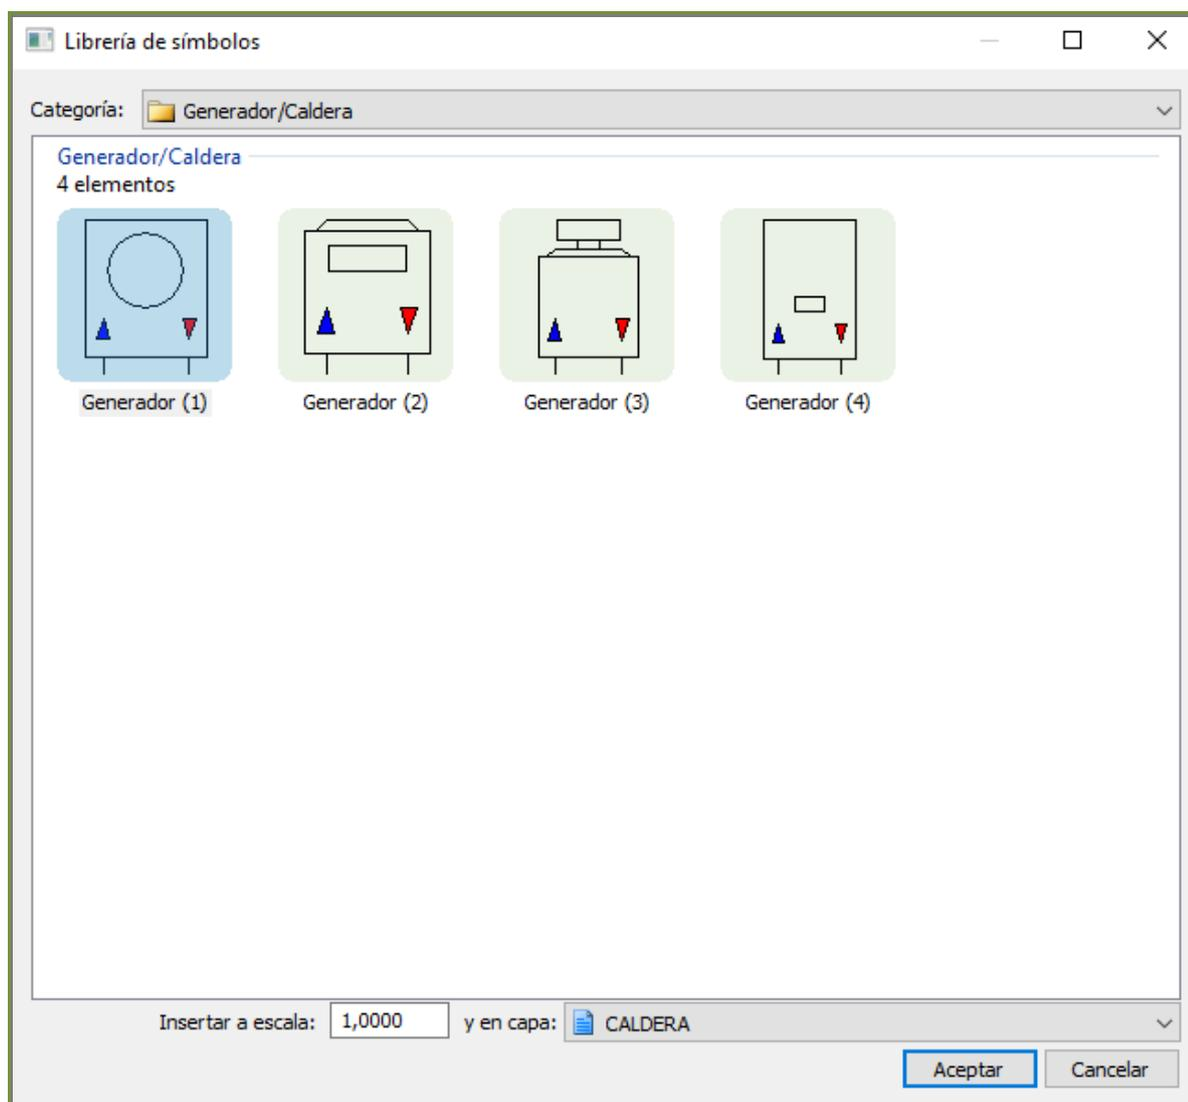

Figura 6. Selección de símbolo para insertar una caldera.
A continuación, insertaremos el símbolo de la caldera. Ejecute el comando **Insertar Generador/Caldera** para que parezca el cuadro de diálogo de la Figura 6, donde puede escoger un símbolo. Sea cual sea el símbolo utilizado para representar a la caldera su comportamiento durante el cálculo será siempre el mismo, por tanto, escoja el símbolo que le parezca más idóneo, o bien defina otros nuevos como se explica en el Capítulo 13. Para nuestro ejemplo escogemos el símbolo *Generador (4)*.